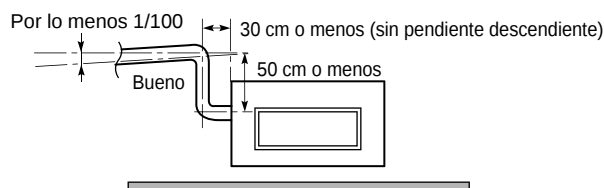

Fig. 3-84
- Si es necesario incrementar la altura del tubo de drenaje, podrá levantarse la sección que está directamente debajo del orificio de conexión en un máximo de 50 cm. No la levante más de 50 cm, porque podrían producirse fugas de agua. (Fig. 3-84)